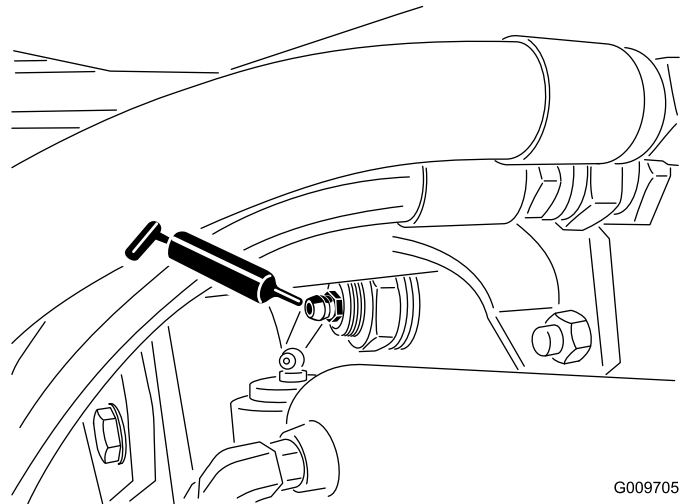

Figura 47
- Boccole orientabili (2) del ponte posteriore (Figura 47)